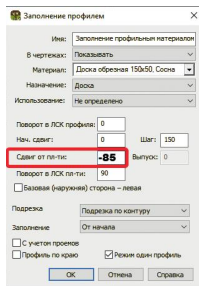

рис. 121
9. Задний фронтон сдвинем так, чтобы он был бы заподлицо с листами будущей обшивки. Для этого выберите команду **Каркас/Заполнения/Изменить параметры** и укажите задний фронтон. Затем в карточке параметров (рис. 121) в поле **Сдвиг от плоскости** задайте **-85**. 85 мм — это половина толщины стены + толщина листа обшивки.